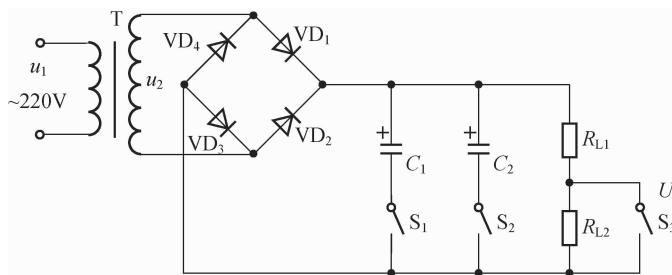

图 1-32 单相桥式整流电容滤波电路
- (1) 用万用表检查元器件,确保质量完好。
- (2) 在万能实验电路板(或其他电路板)上连接如图 1-32 所示电路。